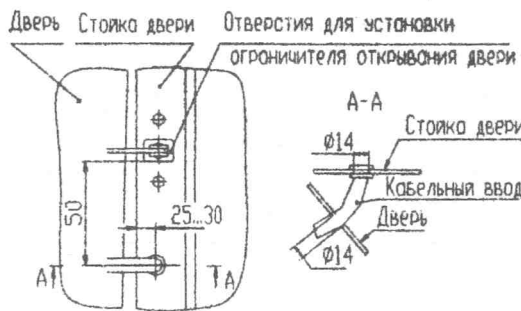

Рис. 1 Установка кабельного ввода на левую переднюю дверь
4.5. Просверлить отверстия диаметром 14 мм. в стойках дверей и дверях для установки кабельного ввода в соответствии с рис.1 и 2. (Пункт выполнить в случае отсутствия указанных отверстий в дверях и стойках дверей)